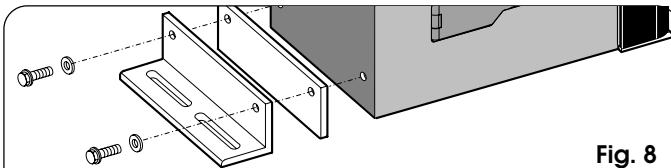

Fig. 8
- Assembler sur l'opérateur les cornières de fixation et les entretoises antivibratoires d'après la Fig.8.